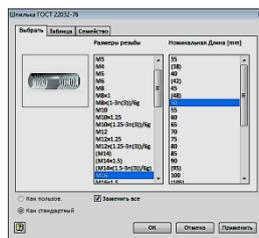

Рис. 4.23. Диалоговое окно «Шпилька ГОСТ 22032–76»
5. Нажмите на кнопку «Изменить размеры»  в плавающей линейке «Авторазмещение» и в диалоговом окне установите длину шпильки 50 мм (рис. 4.23).